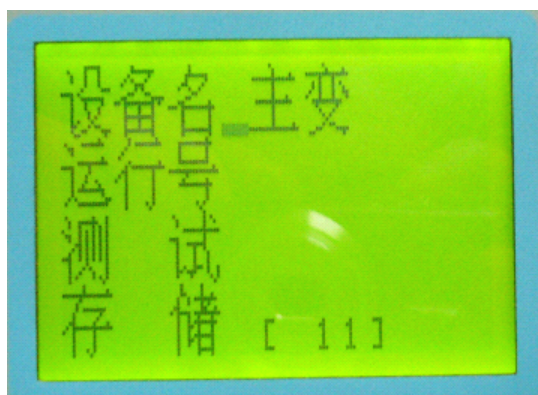

图 3 测试子菜单界面
(1) 测试子菜单有“设备名”、“运行号”、“测试”、“存储”4个项目（见图 3）。光标在哪一行，表示将进行该行项目的操作。用垂直方向键移动光标可改变操作的项目。第一行要求输入设备名。仪器内存有 8 个设备名，（主变、开关、接地刀闸、CT、PT、避雷器、耦合电容、消弧线圈）使用左方向键可选择不同的设备名。选择好设备后用垂直方向键移动光标到下一行输入“运行号”。用数字键输入 3-4 位数字，用字